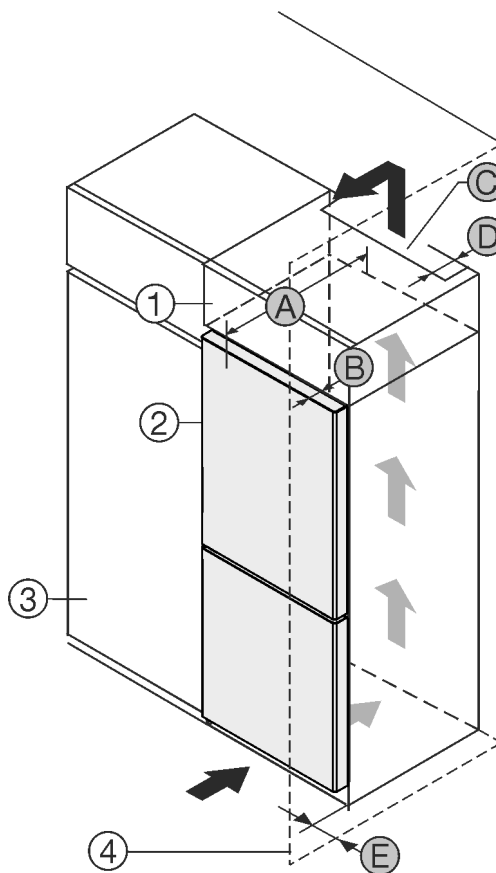

Fig. 1
Можете да поставите уреда непосредствено до кухненския шкаф *Fig. 1 (3)*.\*
От задната страна на шкафа-пристройка трябва да има вентилационен отвор с дълбочина *Fig. 1 (D)* по цялата ширина на шкафа-пристройка.\*
Под тавана на помещението трябва да е спазено сечението за вентилация *Fig. 1 (C)*.\*
Когато уредът се поставя с пантите до стена *Fig. 1 (4)*, разстоянието между уреда и стената трябва да е поне 13 mm.\*
Когато уредът се поставя с пантите до стена *Fig. 1 (4)*, разстоянието между уреда и стената трябва да е поне 20 mm.\*
За да можете да отворите вратата изцяло, уредът трябва да е издаден с дълбочината на вратата *Fig. 1 (B)* спрямо челото на кухненския шкаф. В зависимост от дълбочината на кухненските шкафове *Fig. 1 (3)* и използването на детайли за отстояние от стената, уредът може да излезе още по-напред.\*